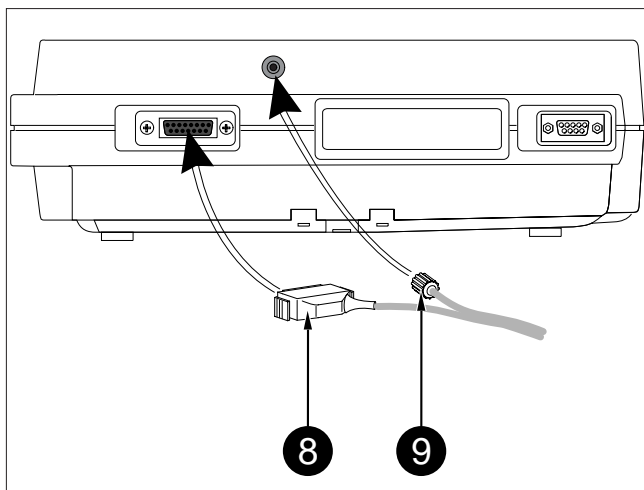

Figure 3-1. Branchement du système d'application au CardioSmart équipé d'une pompe d'aspiration intégrée
Si vous avez un cardiographe ou une CORINA avec pompe d'aspiration intégrée, il vous faut simplement enficher la fiche de câble patient (8) et établir la liaison avec la pompe d'aspiration (9) (p.ex. CardioSmart, fig. 3-1).